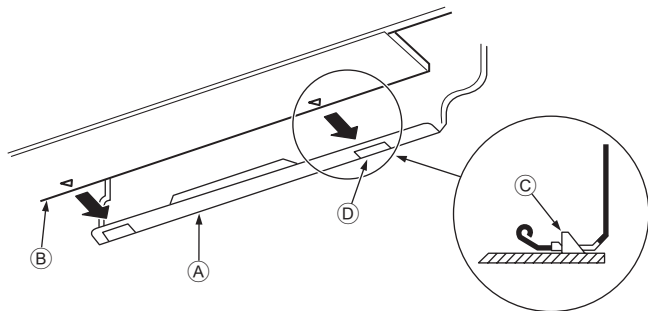

Fig. 3-15
3. Inserendo il tubo del refrigerante e il tubo di drenaggio nel foro a muro (manicotto di penetrazione), appendere la parte superiore dell'unità interna alla piastra di montaggio ①.
5. Premere la parte inferiore dell'unità interna sulla piastra di montaggio ① e bloccarla in posizione. (Fig. 3-15)
- * Controllare che le maniglie sulla parte inferiore dell'unità interna siano agganciate saldamente alla piastra di montaggio ①.
- ① Piastra di montaggio
- ② Unità interna
- ③ Gancio
- ④ Foro quadro